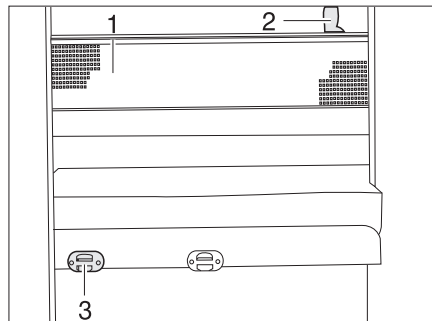

Bild 178 Sicherungsnetz
- Die Aufstiegsleiter mit den Holmen in die Halterung (Bild 178,3) an der Blende einhängen.
Das Sicherungsnetz (Bild 178,1) ist serienmäßig zwischen Matratze und Lattenrost verstaut. Das Sicherungsnetz erst aufspannen, wenn sich die Person bereits im Bett befindet.
- Die Haltebänder (Bild 178,2) in die Halterungen an der Decke einrasten.